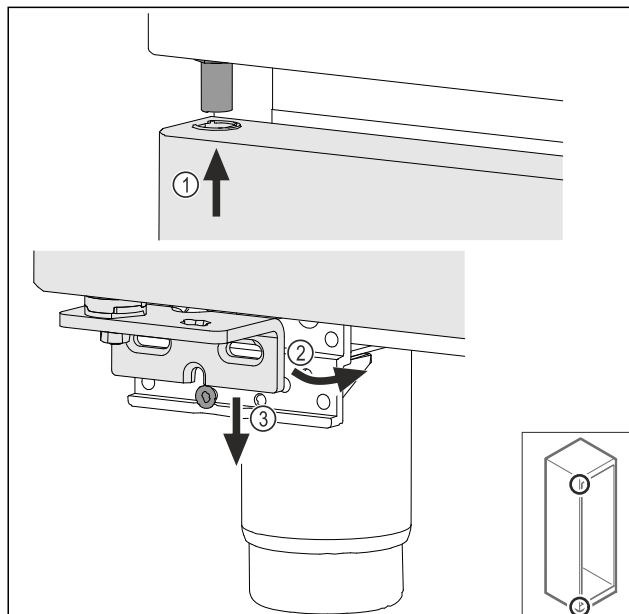

Fig. 49
- Umetnite vrata lagano nagnuta gore Fig. 49 (1), poravnajte vrata Fig. 49 (2) i dolje ih postavite na vijak podloška ležaja Fig. 49 (3).